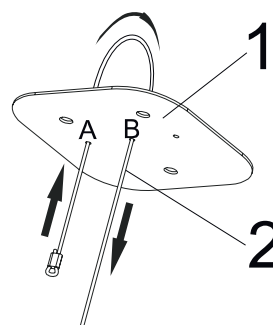

Fig. 11
- 4.** Før stålwiren igennem ophængningspladen som vist på figur ovenover. (Fig. 11).